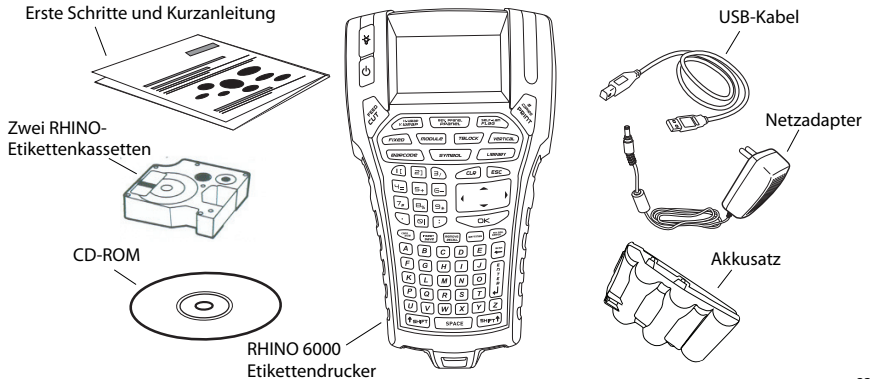

Abbildung 1
2. Vergewissern Sie sich, dass alle in Abbildung 1 gezeigten Artikel im Lieferumfang enthalten sind.